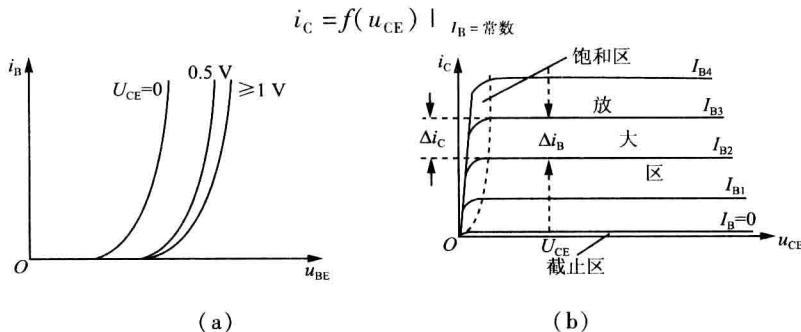

图 1.4 晶体管的共射特性曲线
(1) 输入特性曲线：如图 1.4(a) 所示，描述管压降  $U_{CE}$  为一常量时，基极电流  $i_B$  与发射结压降  $u_{BE}$  之间的函数关系，即
(2) 输出特性曲线：如图 1.4(b) 所示，描述基极电流  $I_B$  为一常量时，集电极电流  $i_C$  与管压降  $u_{CE}$  之间的函数关系，即